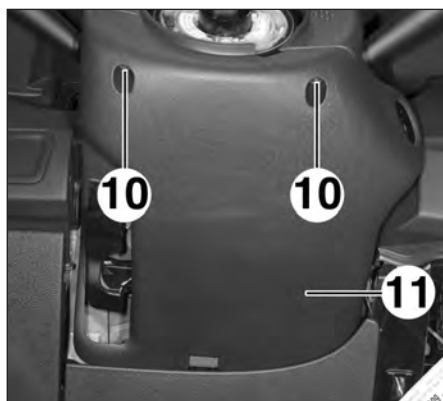

FIG.25
- les vis (10) de la garniture inférieure (11) de la colonne de direction (Fig.25),
- la garniture inférieure (11) de colonne de direction.